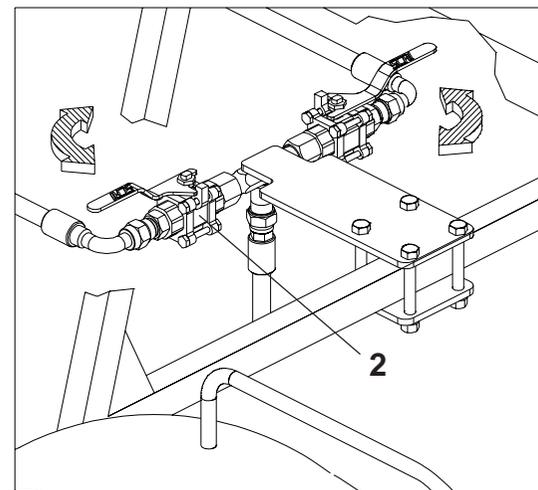

FIGURA 43
- O sistema de arremate hidráulico permite ao operador do trator através de uma simples operação, acioná-lo sem a necessidade de sair do trator. Esse acionamento é feito através da alavanca do controle remoto (1) do trator. Para isso, proceda da seguinte forma:
1 - Primeiro escolha o lado da semeadora a ser feito o arremate. Em seguida feche o registro (2) referente ao lado contrário do escolhido, **conforme mostra a figura 43.**